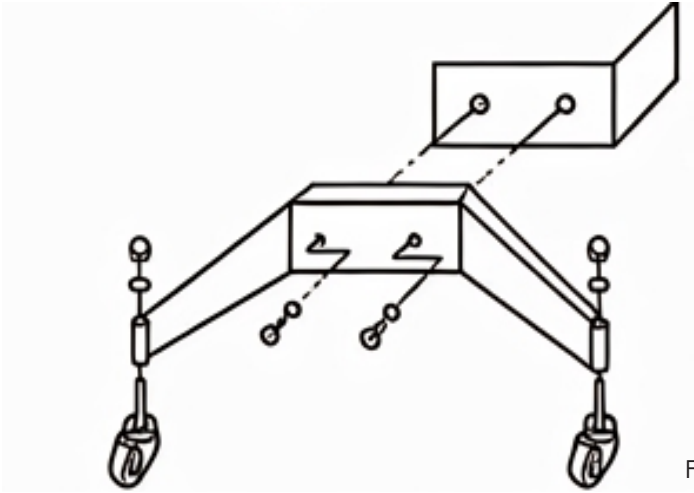

Fig. 2
1. Fixez les quatre composants de la roue sur les deux chariots en utilisant les vis à écrou borgne et les rondelles fournies (voir figure 2).